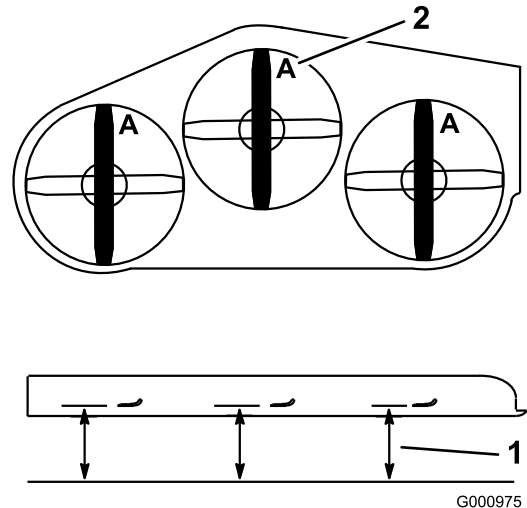

Figure 105
2. Mesurez la distance entre la surface plane et le tranchant (position A) des lames (Figure 105).